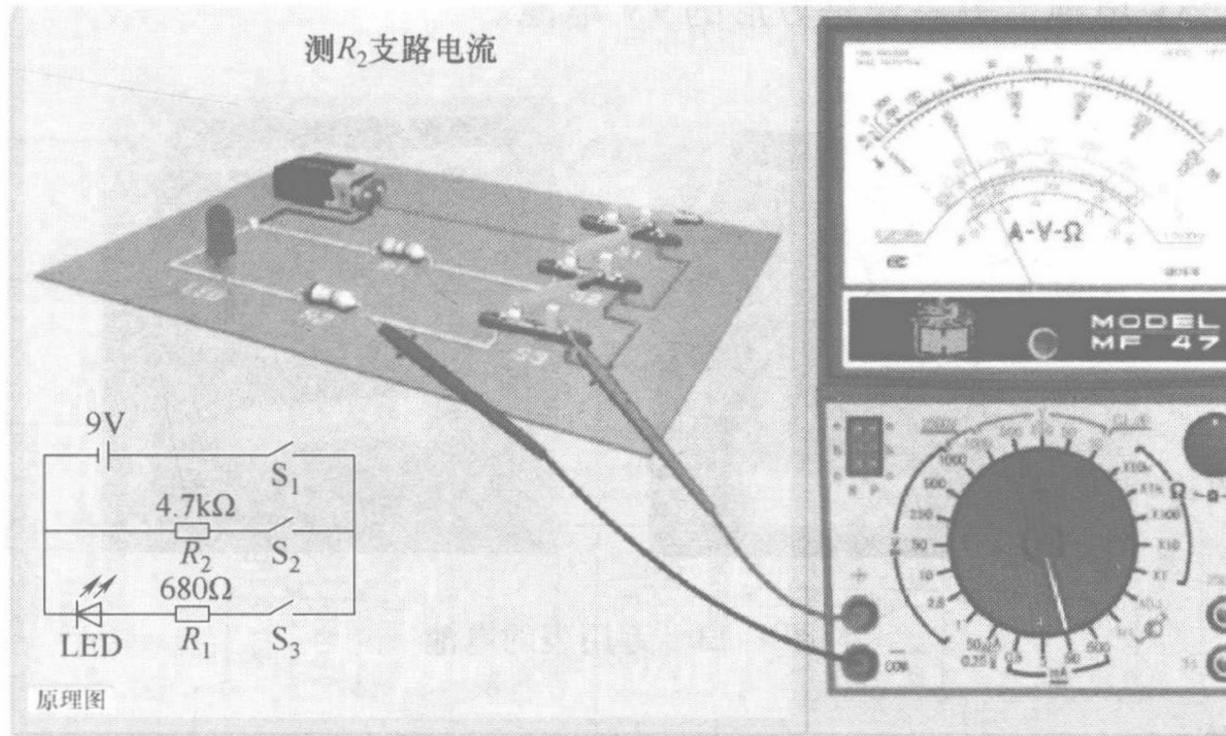

图 1-10 检测直流电流
(3) 测量 将万用表串联在待测电路中进行电流的检测，在检测直流电流时，要注意正负极性的连接。测量时，应断开被测支路，红表笔连接电路的正极端，黑表笔连接电路的负极端，如图 1-10 所示。
(4) 读数 仔细观察表盘，直流电流档刻度线是第二条刻度线，用 50mA 档时，可用刻度线下第二行数字直接读出被测电流值。注意：读数时视线应正对指针，根据示数大小及所选量程读出所测电流值大小。本次测量所选量程是直流 50mA，示数是 10（用 0 ~ 50 标尺），